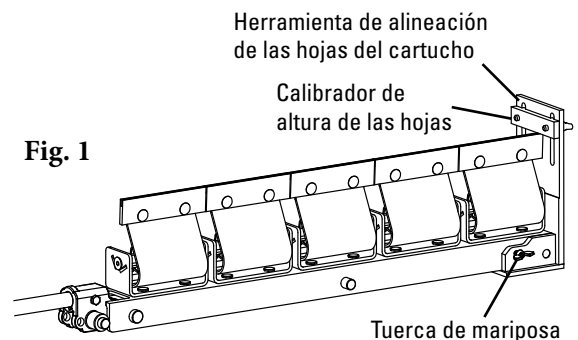

Fig. 1
1. **Libere la tensión del limpiador.** Afloje la contratuerca de tensión y la tuerca de tensión en todas las barras de ajuste hasta que las tuercas estén en las partes superiores de las barras de ajuste (Fig. 1).
3. En un cartucho, coloque la herramienta de alineación de la hoja de cartucho en el extremo con la muesca y los orificios de alineación. Utilizando esos orificios de alineación, apriete la herramienta al cartucho con tuercas de mariposa (Fig. 1).
1. **Configure de nuevo el tensor estándar al estilo de empuje.** Quite las 3 tuercas de tensión, la arandela plana, los 2 bujes, el resorte, la manga y el soporte de sombrero; arme de nuevo (Fig. 1) con 2 tuercas de tensión, la arandela plana, 2 bujes, el resorte y el soporte de sombrero en el extremo superior de la barra de ajuste. Agregue la arandela (del paquete de instrucciones) y la 3ra tuerca de tensión en la parte inferior de la barra de ajuste.
2. **Instale las bases de montaje del tensor.** Coloque las bases en la estructura o chute de manera que las partes superiores de las patas de la base estén 83 mm debajo de la banda (Fig. 1).